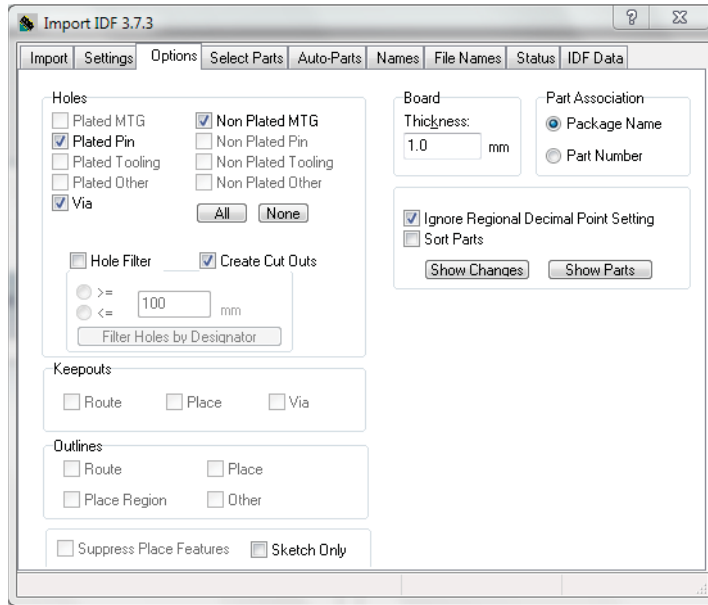

Рис. 2.11.7. Закладка Options (Опции) окна импорта сборки в формате IDF
- На закладке **Options (Опции, рис. 2.11.7)** настраивается включение в сборку отверстий, разрешенных/запрещенных зон и прочего.